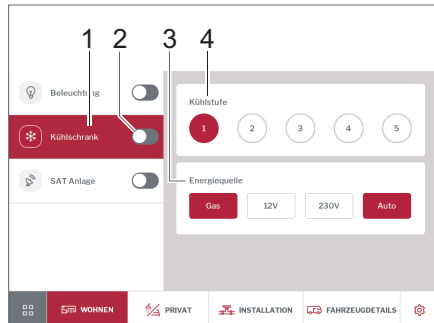

Fig. 261 Réfrigérateur
- Activer ou désactiver le réfrigérateur à l'aide de l'interrupteur coulissant (Fig. 261,2).
- Appuyer sur la touche *Réfrigérateur* (Fig. 261,1). Dans le bandeau de commande, il est possible de régler le niveau de refroidissement (Fig. 261,4) et la source d'énergie (Fig. 261,3).